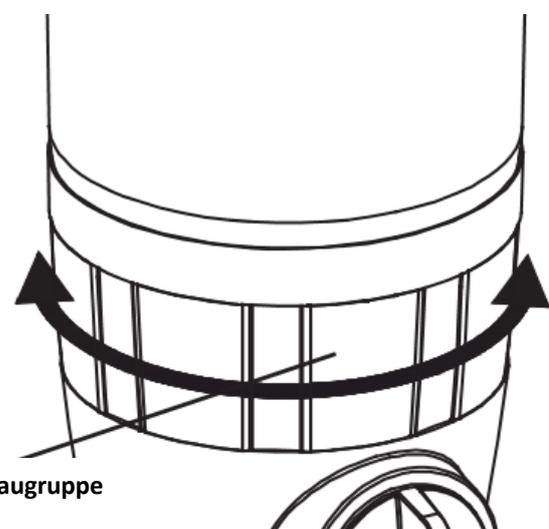

Abbildung 2
- Drehen Sie während der Spülreinigung den unteren Teil 3 bis 4 Umdrehungen im und gegen den Uhrzeigersinn, um das Filtersieb und das Filtergehäuse effektiv zu reinigen (Abbildung 2).